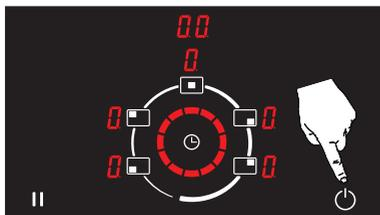

Figure 35
1. La fonction de cuisson automatique (**A**) est interrompue en appuyant sur la touche marche/arrêt (). (Voir Fig. 35)